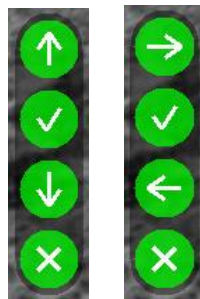

Рисунок 10 – Примеры индикатора назначения кнопок
• **Индикатор назначения кнопок** – индикатор, подсказывающий пользователю назначение каждой отдельной кнопки , , ,  при выполнении какого-либо действия в выбранном режиме (см. рис. 10). Данный индикатор появляется **только** в случаях, предусмотренных в ПО (например, при вводе выверки прицельной сетки).